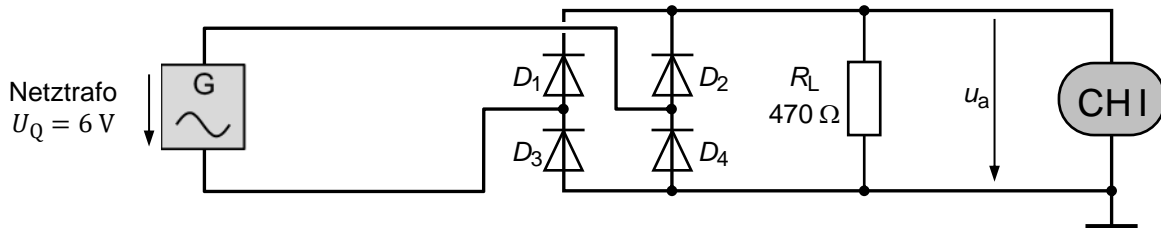

Bild 2-11: Versuchsaufbau mit Brückengleichrichter, bestehend aus vier Einzeldioden
- c) Für viele elektronische Geräte stellt die nach dem Gleichrichter vorhandene Welligkeit der Versorgungsgleichspannung (*Netzbrumm* auf der Spannung u_a im Bild 2-11) ein Problem dar. Ein einfaches Mittel, um die Welligkeit zu reduzieren, ist ein Siebkondensator C_S , den wir parallel zur Last schalten: